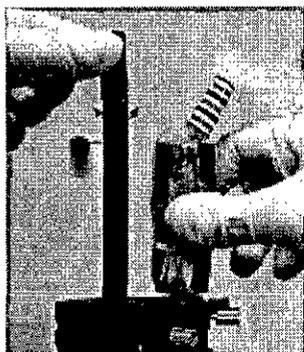

Figura 10
4. Cuando el sienta que los pasadores se han engranado, empuje suavemente el conjunto hacia abajo hasta la cubierta superior del posicionador. Asegúrese de que ningún pliegue de la envoltura estéril queda atrapado entre las superficies. (Ver Figura 10)